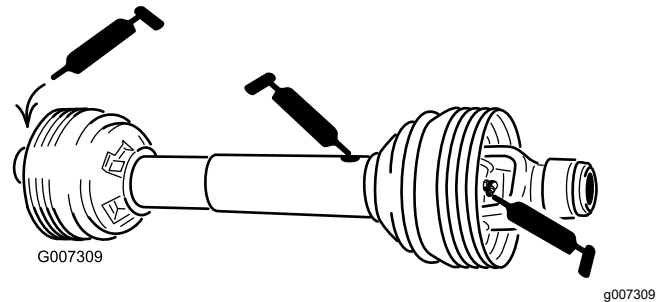

Figura 28
Árbol de transmisión de la TDF (3) (Figura 28)